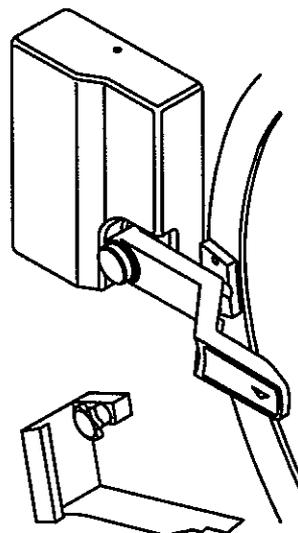

fig. 30
To prevent vibrations during the wash cycle, secure it in the position indicated in fig. 30.
- Finalizada la descarga, situar el **Selector Accionador Basculante** en posición central. La lavadora volverá a la posición horizontal. Aflojar el pomo y liberar el protector de la empuñadura. Para evitar vibraciones durante el ciclo de lavado, fijarlo en la posición indicada en la fig. 30.
Pour éviter des vibrations durant le cycle de lavage, le fixer suivant la position indiquée sur la fig. 30.